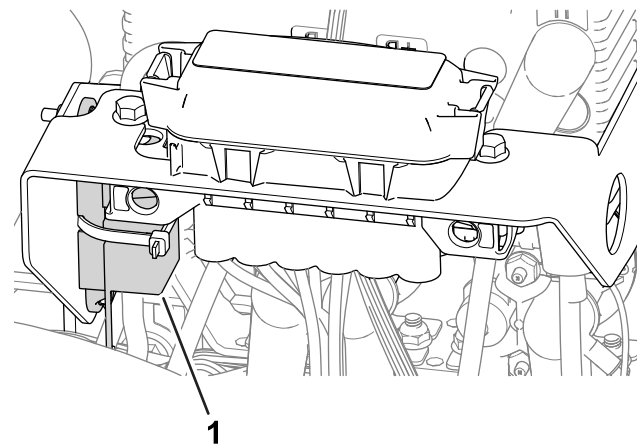

Figura 54
- Sigurana pentru motorul roii din stânga (60 A) se află sub capacul din partea stângă a mainii, lângă sigurenele circuitului de acionare a cilindrului (Figura 54).